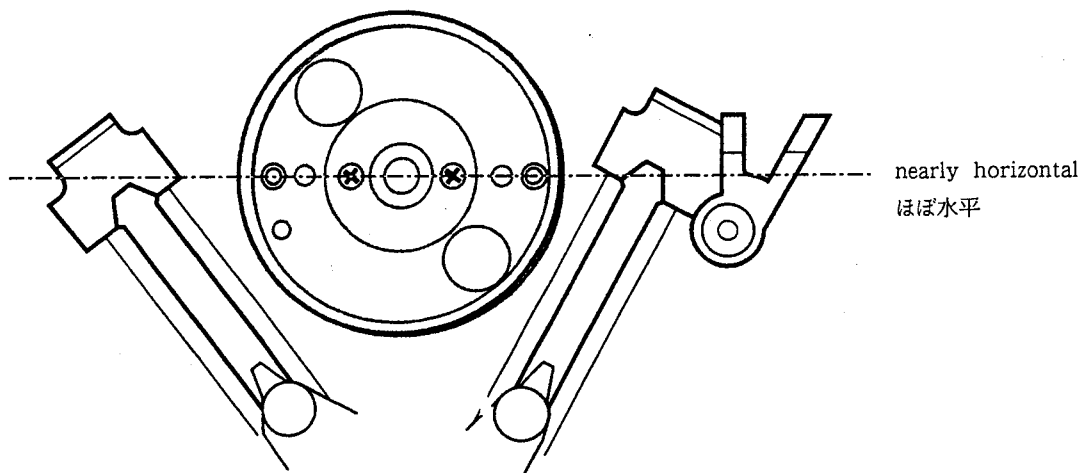
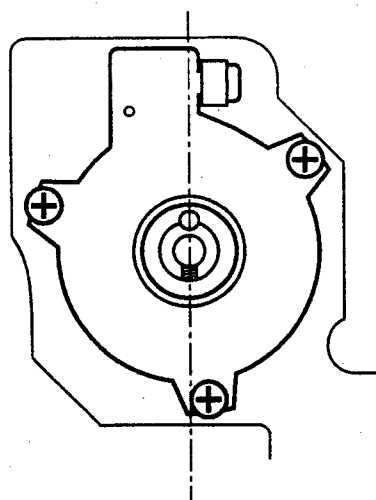

Fig. 4-12
Fig. 4-13
Using the diagrams below as a guide, match part ⑰ and the shaft. The Figure 4-12 shows the alignment when viewing the mechanism assembly from above and the Figure 4-13 shows the alignment viewed from below.
目安として、メカ Ass'yを上から見たときに図4-12の位置に、下側から見たときに図4-13の位置になるように取り付けてください。